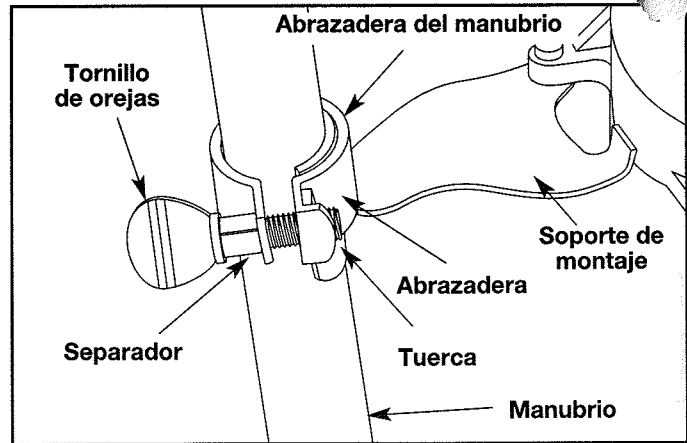

Fig. 6
5. Deslice las dos (2) abrazaderas del manubrio sobre los soportes de montaje (Fig. 6).
6. Centre el manubrio y ajuste las dos (2) abrazaderas del soporte de montaje y los cuatro (4) tornillos de la abrazadera del manubrio hasta asegurarlo. (Fig. 6 y 7).